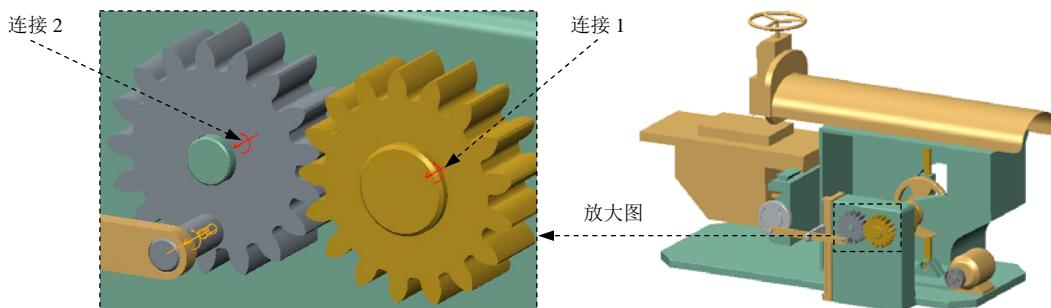

图 9.6.79 齿轮副设置
(1) 选择命令。单击**机构**功能选项卡**连接**区域中的“齿轮”按钮 齿轮 ，系统弹出“齿轮副定义”对话框。
(2) 定义“齿轮1”。在图9.6.79所示的模型上选取连接1为定义对象，输入齿轮1的节圆直径41.5。
(3) 定义“齿轮2”。单击**齿轮2**选项卡，在图9.6.79所示的模型上选取连接2为定义对